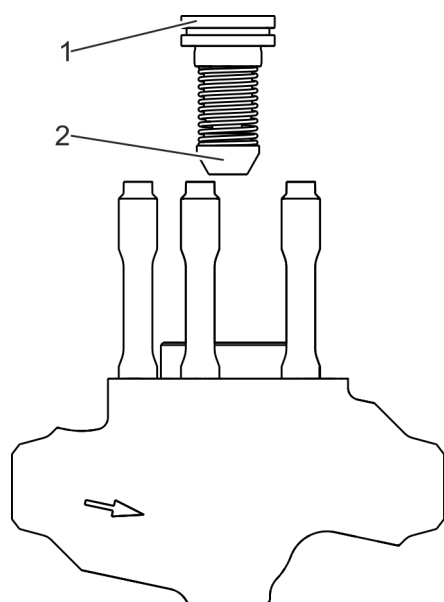

Fig. 9 : Mise en place de l'organe d'obturation
- 10.** Insérer la douille de guidage (Fig. 9 /1) avec le ressort de compression utilisé et le cône de retour (Fig. 9 /2) dans le carter.